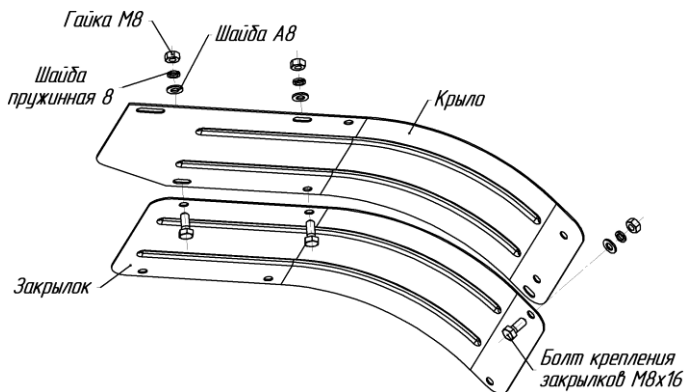

Рис.10 Схема крепления закрылков
22. При фрезеровании защитные устройства, крышки и щитки должны быть установлены на соответствующие места и надежно закреплены с помощью исправного стандартного инструмента (рис.10, 11).
11. При работе с фрезами-культиваторами необходимо установить закрылки (рис.10, 11).